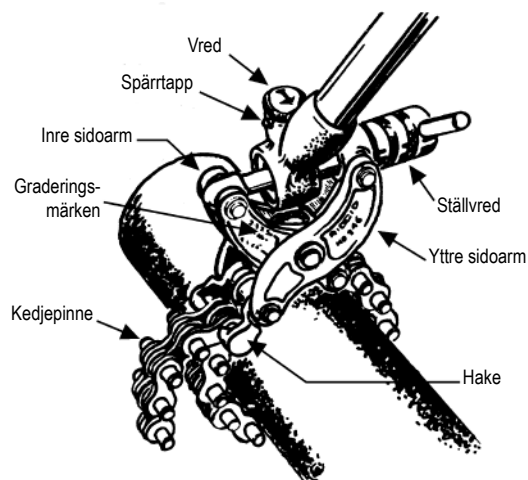

Fig. 1
5. Vrid spärrvredet så att pilen pekar mot det röda handtaget. (Se Fig. 1.) Kedjan måste vara rätt monterad så att den har möjlighet att kapa röret på rätt sätt.